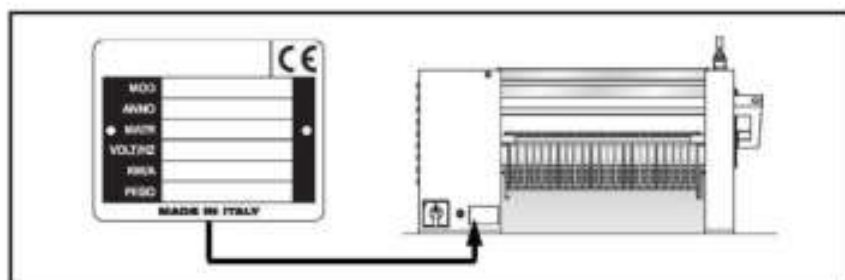
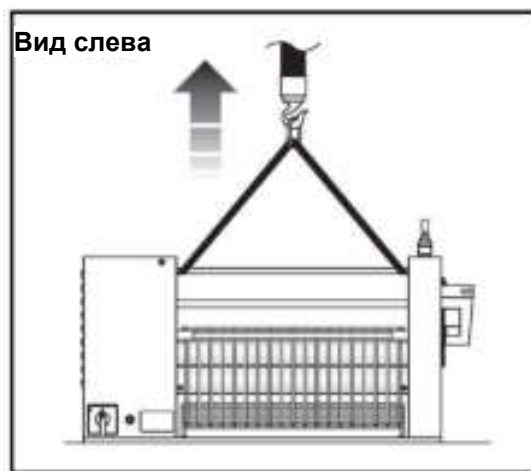

Рис.2 (маркировка CE)
Рис.5 (Подъем машины краном)
Маркировка СЕ выполнена в виде алюминиевого значка красного цвета с шелкографией, (закреплена 2 заклепками, как показано на **Рис. 2**. На табличке в легко читаемой и нестираемой форме обозначена следующая информация:
- 1- Снять короб для муки (**рис.2-поз.10**), который крепится двумя винтами по бокам; Подвести подходящие стропы или тросы (в соответствии с действующими нормами) под штанги по бокам (**см. рис. 5**);
Красная грибовидная кнопка смонтирована справа на боковой поверхности машины над выступом (**рис.2-поз.7**) и снабжена блокировкой с возможностью возврата в исходное положение только вручную. После нажатия на кнопку происходит мгновенная остановка раскаточных валков.
Решетки выполнены из пластифицированной стальной проволоки (**рис.2-поз.18/19**), установлены на петлях на выступах машины и предназначены для предотвращения попадания в опасную зону раскаточных валков. Решетки оборудованы двумя микровыключателями, которые мгновенно останавливают машину при поднятии решеток, что позволяет избежать случайного доступа к зоне раскатки.
- 2- Убедиться, что **предохранительная решетка** опущена (**рис.2-поз.18/19**);
- 3- Убедиться, что **короб для муки** правильно установлен (**рис.2-поз.10**);
- 4- Убедиться, что **кнопка аварийного останова** не нажата (**рис.2-поз.7**);